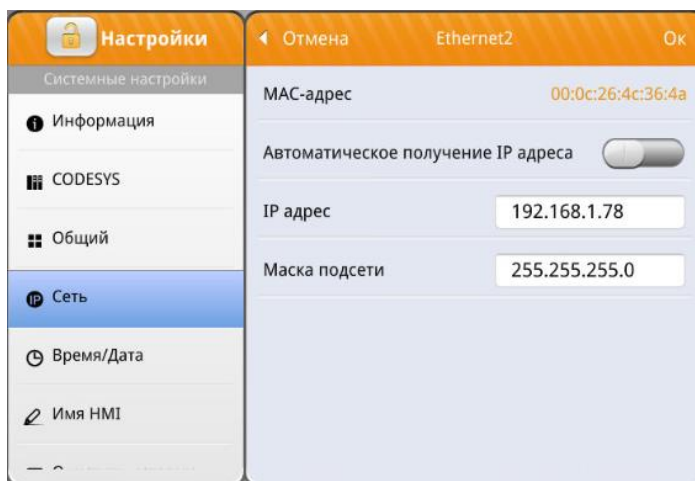

Рисунок 4.16 – Окно «Ethernet 2»
9. Перейти на вкладку «Ethernet 2» (рисунок 4.16), произвести настройки сетевых параметров порта LAN2 и нажать «Ок». При использовании двух портов Ethernet IP-адрес порта «Ethernet 2» должен отличаться от IP-адреса порта «Ethernet 1 (WAN/LAN)».